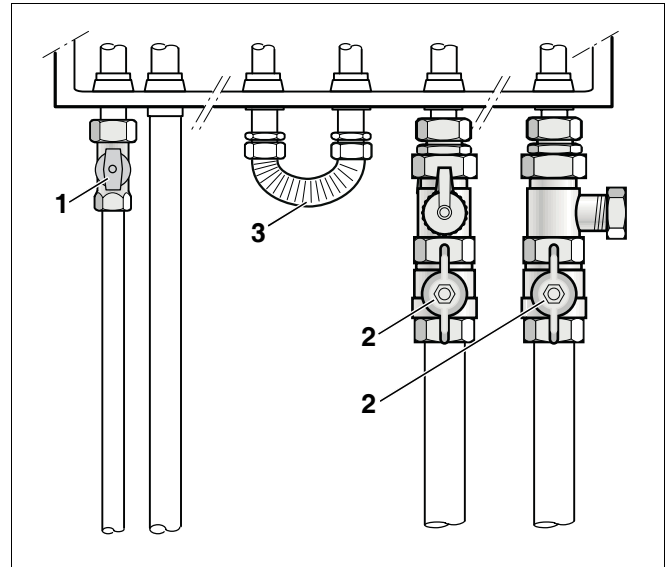

Abb. 4 Gasabsperrhahn und Wartungshähne öffnen
- Öffnen Sie den Gasabsperrhahn (Abb. 4, **Pos. 1**). Drücken Sie dazu den Gasabsperrhahn etwas ein und drehen Sie ihn nach links. In der Stellung „Offen“ steht der Gasabsperrhahn parallel zur Gasleitung.
- Öffnen Sie die Wartungshähne (Abb. 4, **Pos. 2**).
- Schließen Sie den Gasabsperrhahn (Abb. 4, Seite 12).